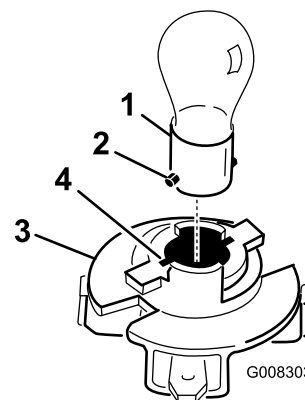

Figure 30
8. Poussez sur l'ampoule et tournez-la à fond dans le sens antihoraire (env. 1/4 tour) et retirez-la de l'embase (Figure 30).
1. Alignez les deux ergots en métal de la base de l'ampoule sur les fentes de l'embase, et insérez la base dans l'embase (Figure 30).
3. Alignez les languettes de l'embase (Figure 30) et les fentes du réflecteur.